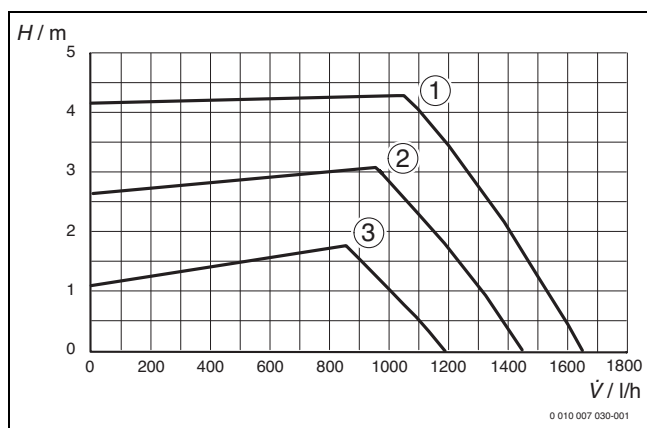

Fig. 2 Pressione costante
- **01**: pressione costante alta, → curva caratteristica 1, fig. 2
- **02**: pressione costante media, → curva caratteristica 2, fig. 2
- **03**: pressione costante bassa, → curva caratteristica 3, fig. 2
Legenda della fig. 2 alla 3: